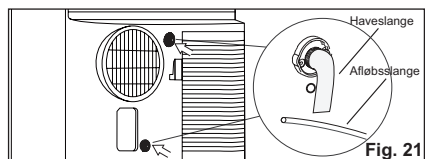

Fig. 21
- Tilslut den ene ende af haveslangen (sælges særskilt) eller afløbsslangen til afløbshullet og før den anden ende ind i afløbet, som er placeret lavere end enheden (fig.21).